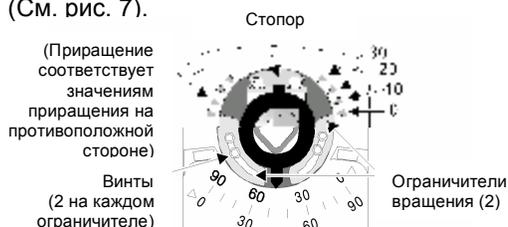

Рисунок 7: Ограничители вращения
3. Чтобы ослабить винты на ограничителях вращения, используйте гаечный ключ 7 мм (См. рис. 7).